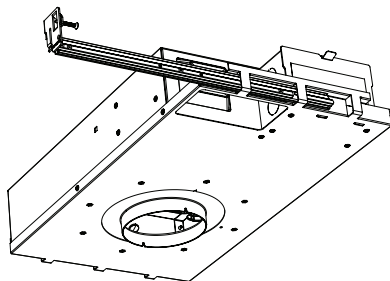

fig. 2
- c. Insérez la barre de suspension intérieure dans les trois fixations du boîtier situées à l'extrémité du boîtier D3. Assurez-vous que la vis se trouve en haut (voir la fig. 2).